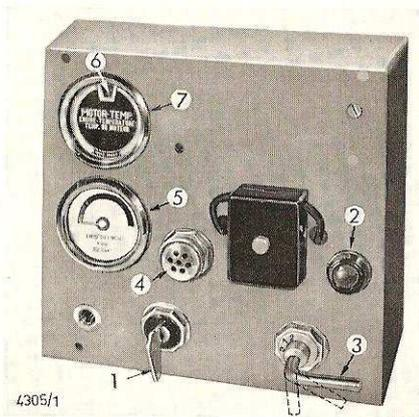

Fig. 12
3. Placer la clé 1 dans la boîte de contact (fig. 12). La lampe témoin de charge 2 doit s'allumer, en rouge.
4. Tourner le commutateur de réchauffage/démarrage 3 sur la pos. 1, pour le réchauffage. Réchauffer pendant 1 minute au moins et pendant les gros froids d'hiver au moins pendant 2 minutes. Observer l'allumage progressif du contrôleur de réchauffage 4. Le réchauffage est inutile lorsque le moteur, ayant tourné, est encore chaud.
5. Tourner le commutateur de réchauffage/démarrage 3 sur la pos. 2. Aussitôt que le moteur «donne», lâcher le commutateur. Ne pas faire tourner le commutateur plus de 5 sec. sans interruption. Vous ménager la batterie en insérant entre plusieurs tentatives éventuelles de démarrage un arrêt d'une minute.
2. Actionner le levier d'arrêt 2 de la pompe d'injection jusqu'à ce que le moteur s'arrête. La lampe témoin de charge 2 (fig. 12) se rallume lorsque le moteur s'immobilise.
3. Retirer la clé de contact 1 (fig. 12). La lampe témoin 2 s'éteint.